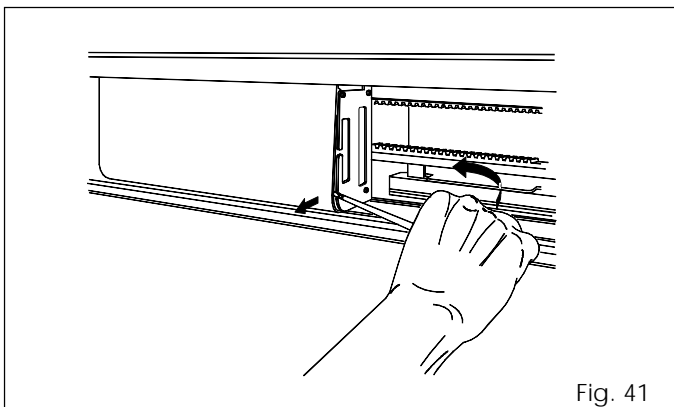

Fig. 41
- Om het beschermdeksel van de besturingsunit SDM te verwijderen, kunt u het voorzichtig oplichten met een schroevendraaier, zoals op fig. 41.